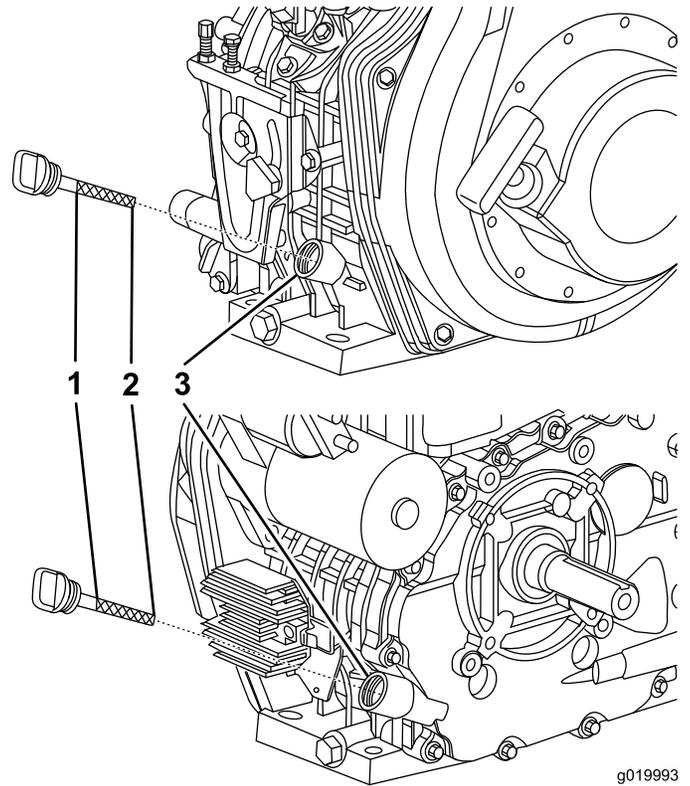

Figure 24
4. Retirez la jauge d'huile et essuyez soigneusement l'extrémité (Figure 24).
5. Insérez complètement la jauge d'huile dans l'orifice de remplissage, mais ne la vissez pas (Figure 24).
7. Revissez la jauge en place (Figure 24).